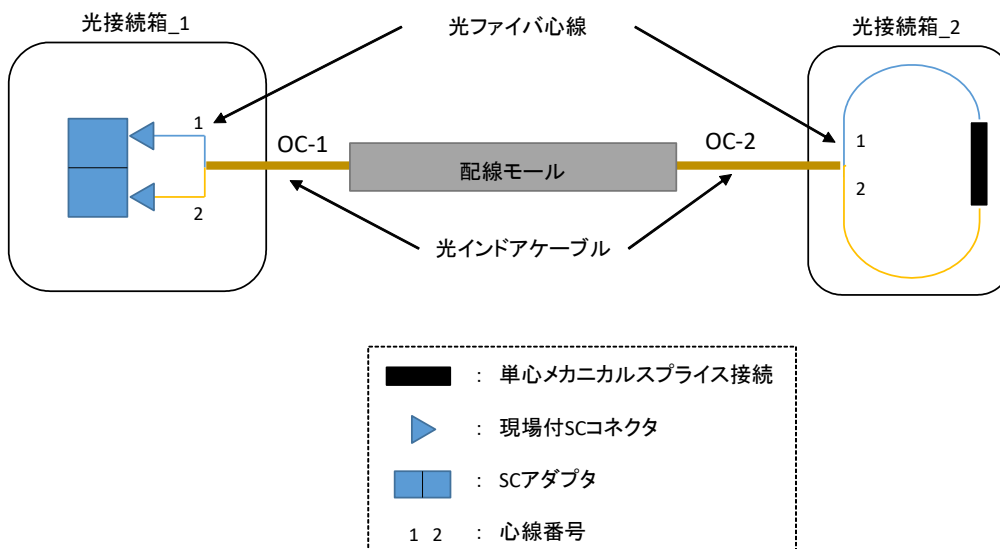

図 2 光ファイバ心線接続図
- ・ 光接続箱_1 で、光インドアケーブル端を約 1m 口出し、図 2 に従って SC コネクタを成端しアダプタに接続すること。アダプタは所定の場所に固定する。
- ・ 光接続箱_2 で、光インドアケーブル端を約 1m 口出し、図 2 に従って心線を接続し収納する。